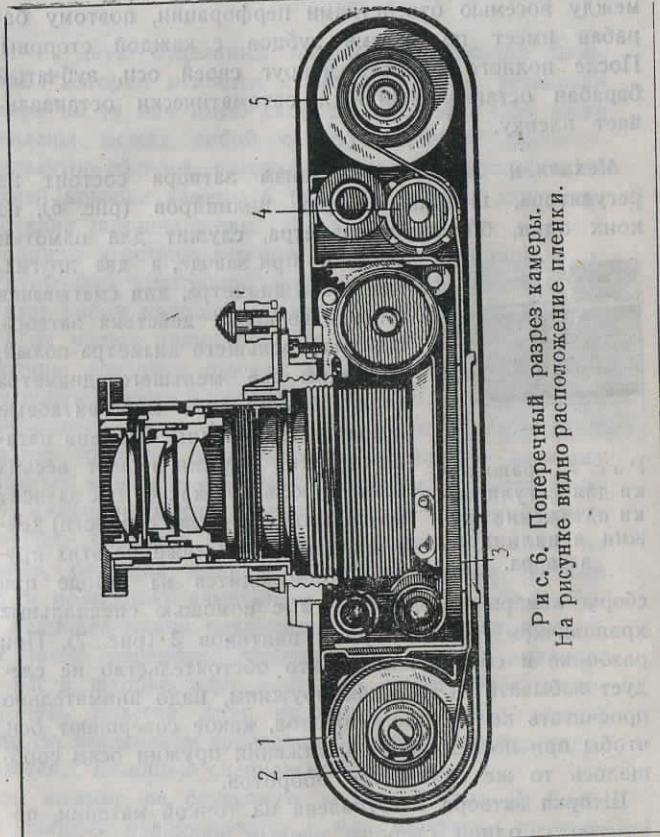

Рис. 6. Поперечный разрез камеры.
**Механизм транспортера.** Движение пленки в камере можно проследить на рис. 6, где приведен поперечный разрез камеры. Пленка, сматываясь с подающей катушки 1, находящейся в кассете 2, проходит перед кадровым окном 3, огибает зубчатый барабан 4 и при вращении головки наматывается на приемную катушку 5. Ось этой катушки в свою очередь сидит на оси головки и связана с ней фрикционно. Благодаря этому пленка в камере всегда натянута. Зубчатый барабан служит для отмеривания нужного отрезка пленки длиной в 37 мм, из коих 36 мм идут на изображение, а 1 мм — на промежуток между кадрами. Этому отрезку соответствует длина пленки, заключенной
**Механизм затвора.** Механизм затвора состоит из регулятора, шторки и трех цилиндров (рис. 6), из коих один, бóльшего диаметра, служит для намотки шторки при заводе, а два других, меньшего диаметра, для сматывания шторки во время действия затвора. Цилиндр бóльшего диаметра полый, цилиндры же меньшего диаметра имеют внутри себя многовитковые спиральные пружины. Степень натяжения этих пружин играет весьма важную роль, так как от нее зависит правильное (в смысле скroости) действие затвора. Натяжение этих пружин производится на заводе при
Стандартный объектив камеры ФЭД, строение которого видно на рис. 6, представляет собой несимметричный четырехлинзовый полусклленный анастигмат типа «Тессар». Объектив снабжен диафрагмой, шкала которой рассчитана по системе относительных отверстий и имеет следующий ряд цифр:  $3,5; 4,5; 6,3; 9; 12,5$  и  $18$ .